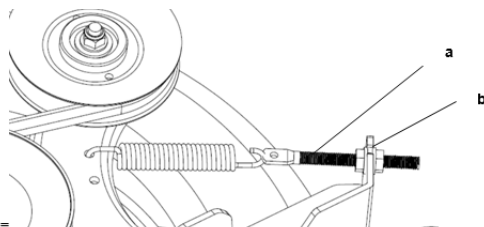

Fig.24
1. Cablul platformei este reglat din fabrică.(Fig.24)